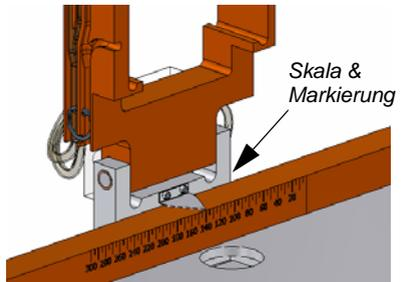

Abbildung 10. Hublänge mittels Skala und Markierung einstellen
7. Schieben Sie den Werkzeugträger auf die gewünschte Hublänge. Orientieren Sie sich an der integrierten Skala und der Markierung am Träger (Abbildung 10).